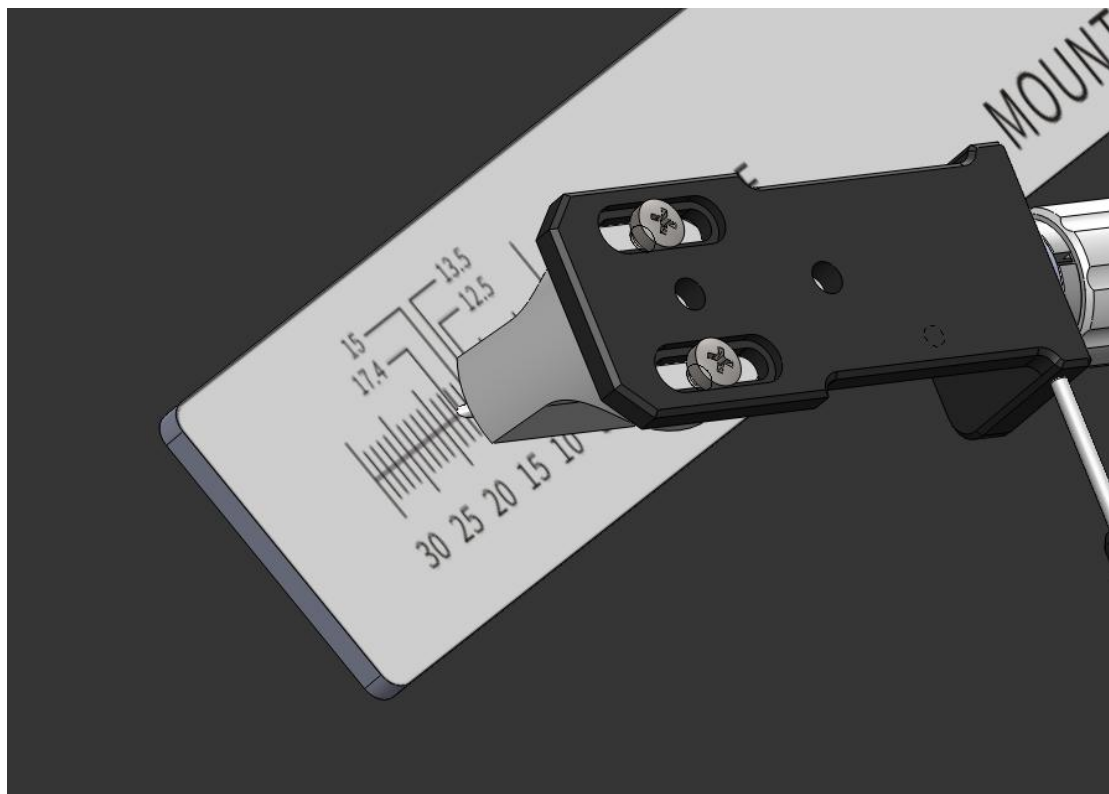

图 3-2
4. 安装唱头，请不要将唱头完全固定，调节唱头的位置，使的唱针刚好在调整归尺的 17.4 的位置，如果图 3-2 所示，然后固定唱头位置。